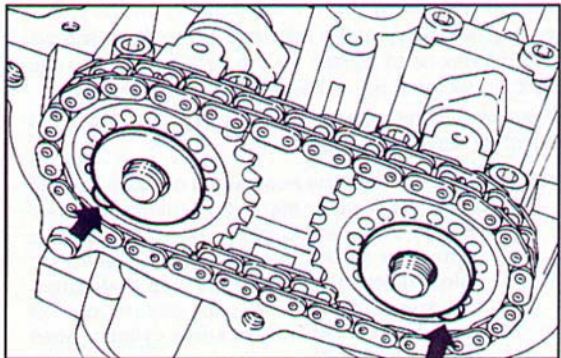

Fig. 169 ▲
- togliere gli spessori sottostanti e i pioli di centraggio (freccie) dei pignoni (Fig. 169);
- remove the shims underneath and the centring pins (arrows) of the pinions (Fig. 169);